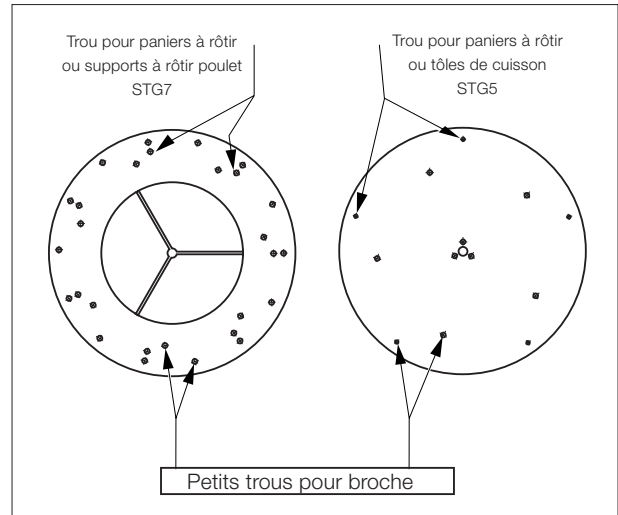

Figure 3.2
- Insérer les pointes de la broche dans les trous qui leur sont destinés dans le tournebroche (voir figure 3.2). Insérer l'autre extrémité dans les trous correspondants du tournebroche opposé.
- Insérer les extrémités des tôles de cuisson dans les trous prévus dans les tournebroches (voir figure 3.2).
- Insérer les extrémités des paniers à viande/ supports pour poulet dans les trous correspondants des tournebroches (voir figure 3.2).